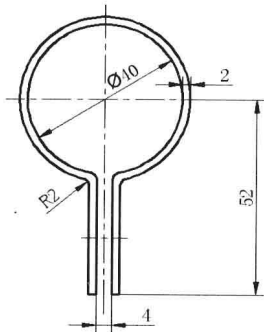
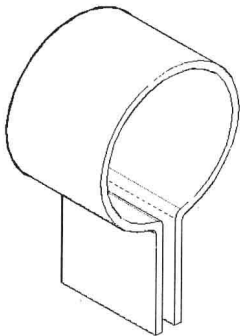
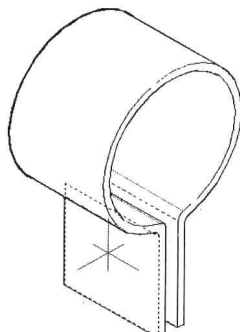

图 8-3-19
图 8-3-20
图 8-3-21
(1) 绘制管夹平面图，如图 8-3-19 所示。
(2) 在“建模”面板中单击“按住/拖动”按钮，在封闭的轮廓区域内部单击，松开鼠标后，拖动鼠标可以拉伸出实体，输入拉伸出的实体厚度为“30”，按 Enter 键。
(3) 在“视图”面板中选择“西南等轴测”，观察三维实体，如图 8-3-20 所示。
(4) 单击状态栏中的“DUCS”按钮和“正交”按钮，启动动态 UCS 功能和正交模式后，所选按钮会呈彩色显示。
(5) 在“绘图”面板中单击“圆心、半径”按钮，将光标移至实体左侧面上，当这个面的边线呈虚线显示时，说明动态坐标系统的 XY 平面自动与这个面临时对齐，这时就可以在这个临时 XY 平面上创建对象了，如图 8-3-21 所示。